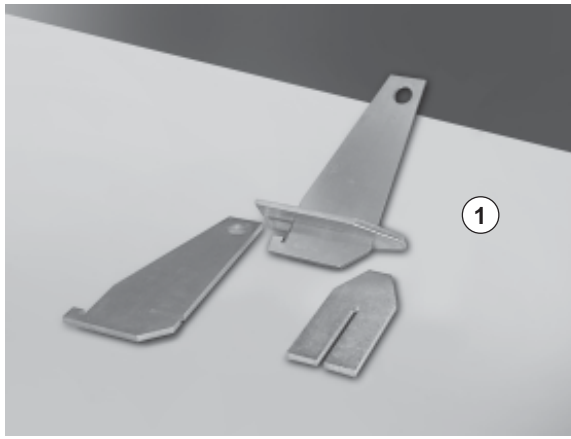

Fig. 2c
- Per il sollevamento e la movimentazione dell'interruttore applicare gli attrezzi (1) (fig. 2c).
- Attach the tools (1) to lift and handle the circuit-breaker (fig. 2c);